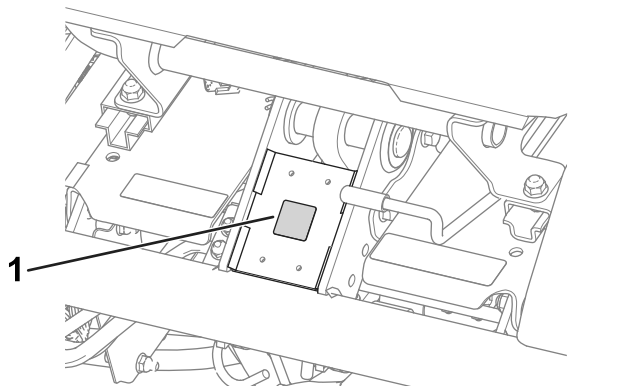

Figura 9
- Aplicai autocolantul cu marcajul CE pe cadru, sub partea din față a scaunului (Figura 9).